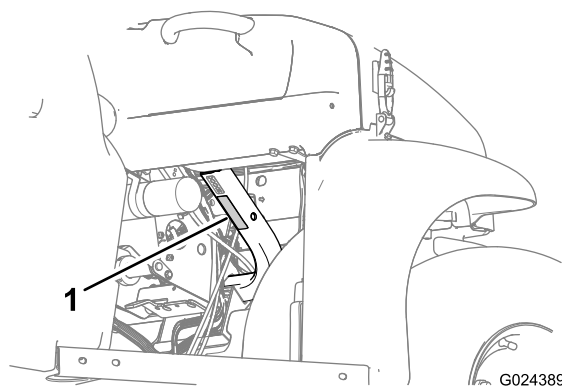

図 20
- 荷台に積むことのできる重量を守ってください。これらについては、仕様 (ページ 15) に記載してあります。また、車両最大定格総重量は機体の銘板に表示してあります図 20。